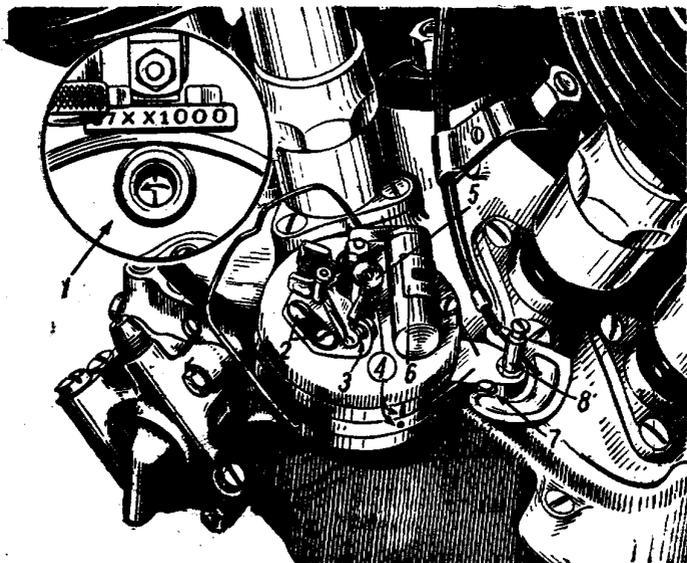

Рис. 38. Проверка установки зажигания:
4. Включить третью передачу и медленно вращать вперед заднее колесо до совмещения метки на маховике с контрольным отверстием 1 (рис. 38), выпускной клапан переднего цилиндра в это время будет закрыт.